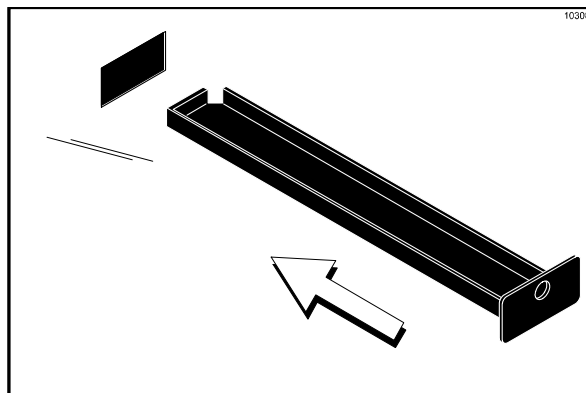

Рисунок 141
13. Вставьте два короткие сточные желоба в отверстия на задней панели. Вставьте в левую и правую боковые панели два каплесборника с надрезами. (См. рис. 141)